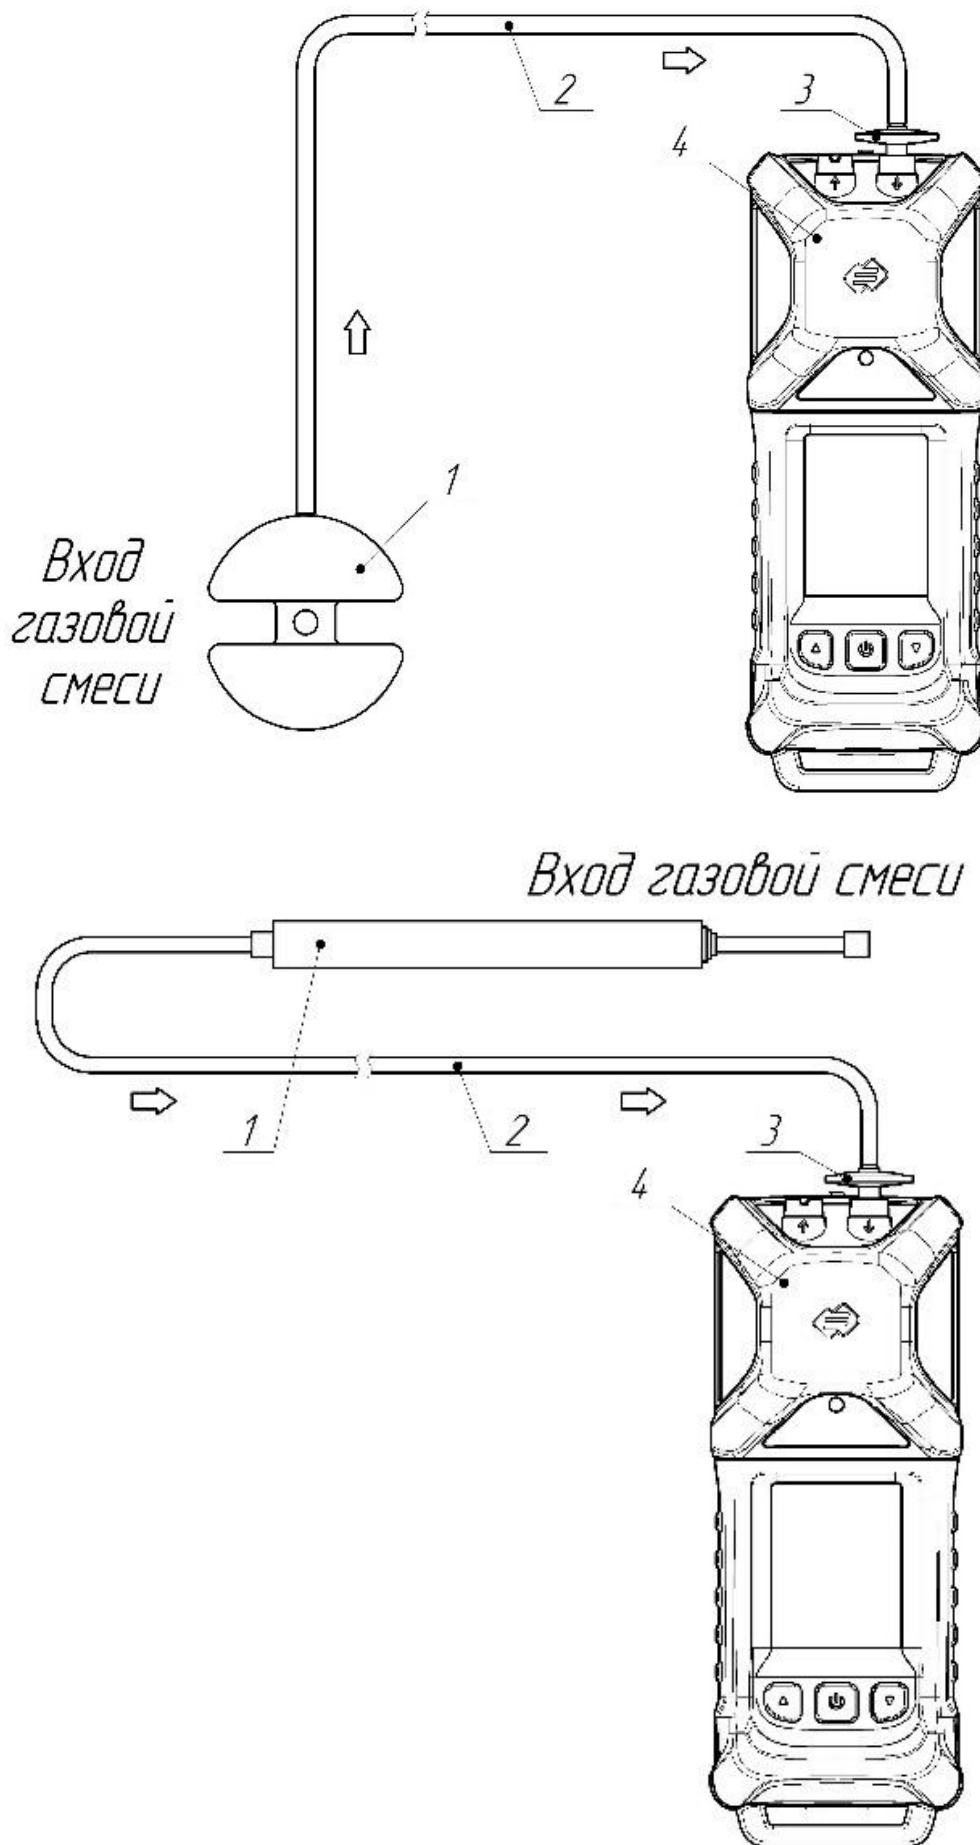

Рисунок 4 – Соединение насосного модуля с зондом или поплавком
5) При необходимости присоединить трубку (позиция 5) (максимальная длина до 30 м) на фильтр (позиция 4), на свободный конец трубки возможно присоединить зонд или поплавков для отбора пробы из колодцев (рисунок 4).